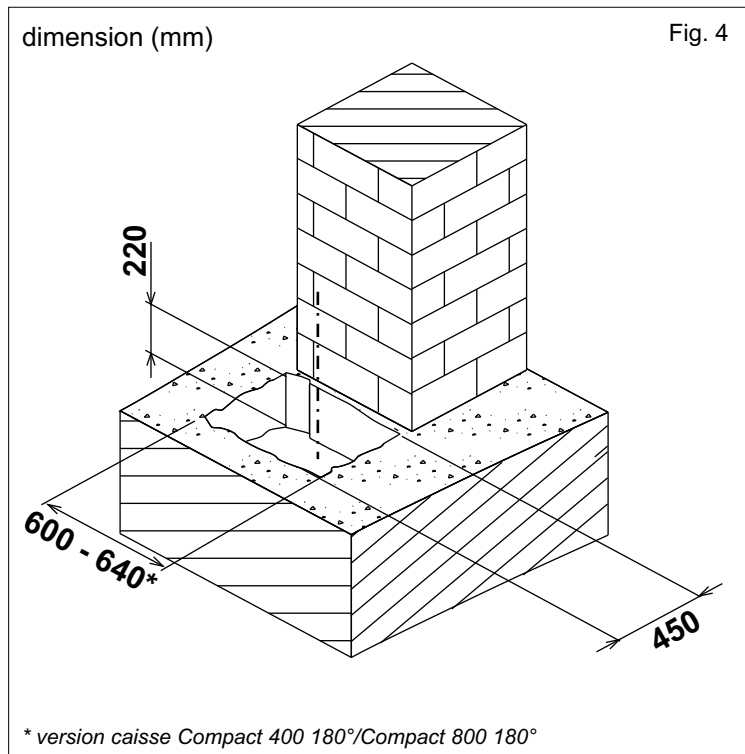

Fig. 4
2.1. La tranchée qui contiendra la caisse portante doit avoir les dimensions indicatives reportées dans Fig. 4.